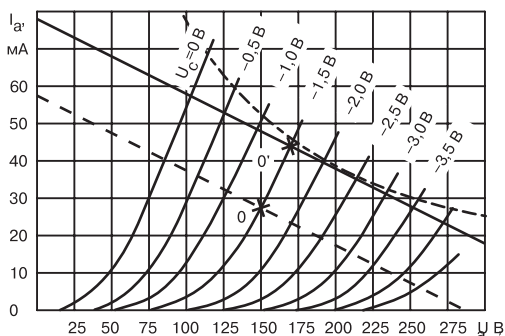

Рис. 5.6. Выбор оптимальной РТ
Некоторые конструктивные особенности: обозначим на ВАХ пунктирной линией область предельных значений мощности, рассеиваемой на аноде $P_{a \text{ макс}}$ (рис. 5.6). Параллельным переносом сместим динамическую характеристику вверх, вплоть до касания кривой $P_{a \text{ макс}}$. РТ выберем на пересечении ДХ с участком ВАХ, соответствующим $U_{cm} = -1,5 \text{ В}$ (точка 0').
*Это еще одна причина, по которой не следует выбирать рабочую точку $0'$ (см. **рис. 5.6**) для данной схемы. Разумеется, подобных проблем не возникает при использовании стабилизированного или аккумуляторного источника питания.*
Путь № 1. Стабилизировать анодное напряжение (например, с помощью лампового стабилизатора), тогда появится возможность выбора рабочей точки $0'$ (см. рис. 5.6), что позволит увеличить выходную мощность усилителя.